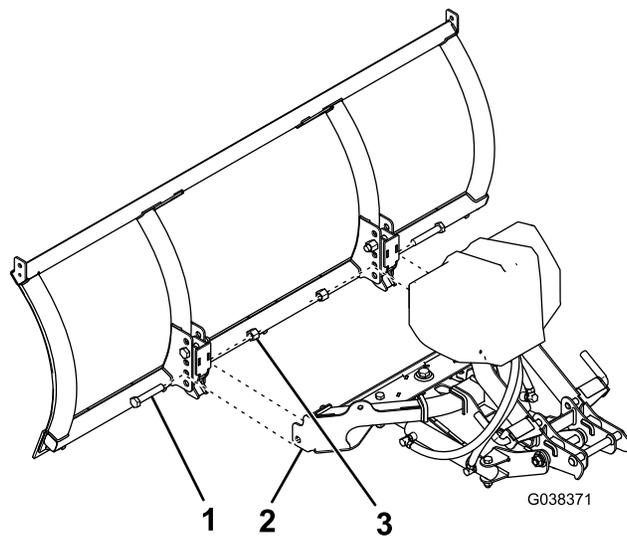

Figura 2
2. Sujete el conjunto de bastidor de empuje a la pala de la quitanieves usando 2 pernos hexagonales y tuercas de bloqueo automático como se muestra en Figura 2.